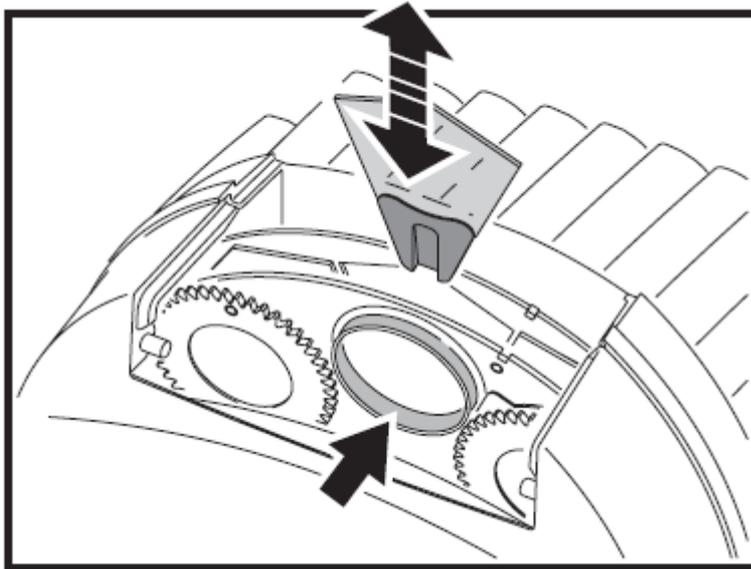

Рис.15. Замена гобо и
5. Чтобы извлечь цветофильтр, поверните колесо гобо таким образом, чтобы открытая позиция (обозначенная на рис.15 стрелками) оказалась напротив нужного фильтра. Аккуратно притяните фильтр в направлении линзы, затем возьмитесь за ее края и извлеките. Если ваши пальцы слишком велики, защитите стекло при помощи сложенной несколько раз бумаги и извлекайте фильтр игловидными кусачками.